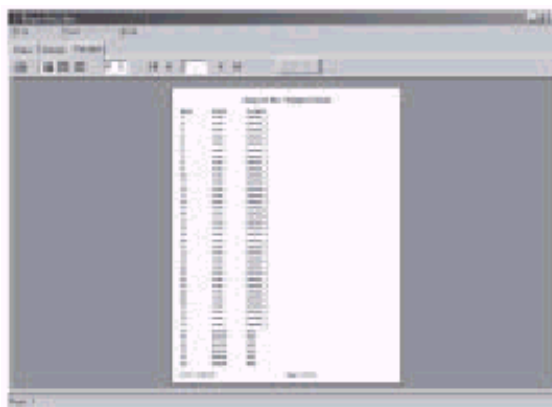

Fig. 8-15 Diseño del Formato del Registro
3.3 Diseño del Formato del Registro. Por ejemplo, como en la Fig. 8-15, diseñe los **campos** como Índice, Estación, Nombre del Array Logic y así sucesivamente.